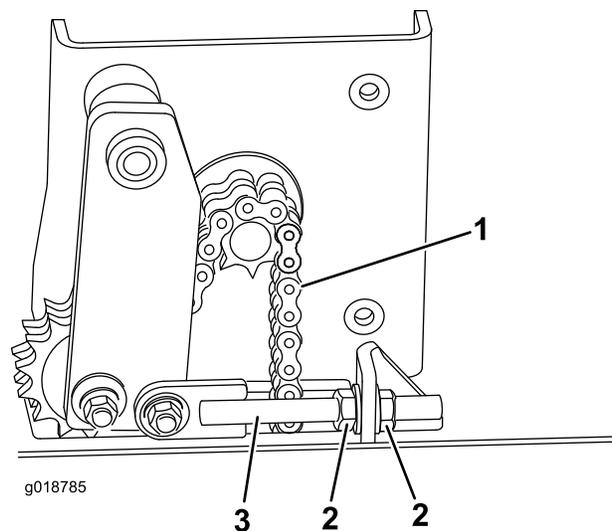

図 22
2. テンションロッドのロック用ナットをゆるめる（図 22）。
3. チェーンのテンションを大きくするには、テンション調整サイドナットを締め付ける（図 22）。